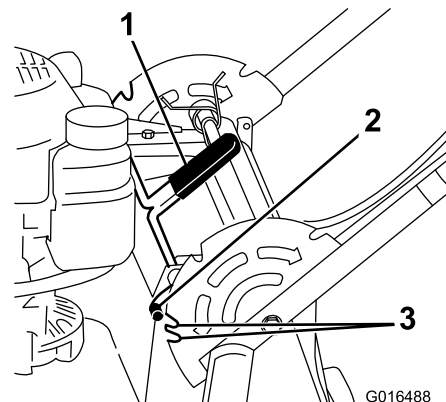

Figure 16
1. Tirez le levier de verrouillage du guidon vers l'arrière pour dégager les goupilles de verrouillage du guidon (Figure 16).
2. Faites tourner le guidon et alignez le cran voulu dans le support de guidon avec les goupilles de verrouillage du guidon; voir Figure 16.